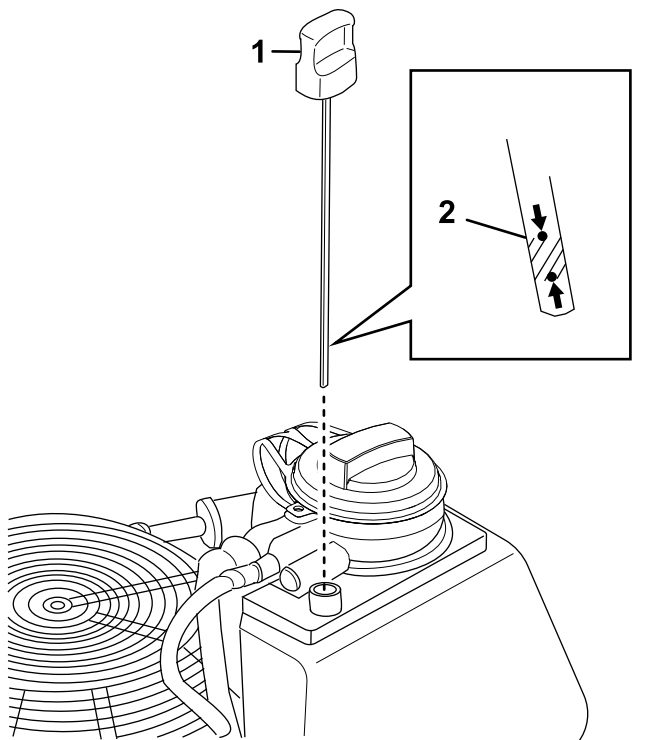

Figura 37
4. Retire la varilla y límpiela con un trapo (Figura 37).
6. Retire la varilla y compruebe el nivel de aceite. El aceite debe llegar al indicador de Lleno de la varilla (Figura 37).